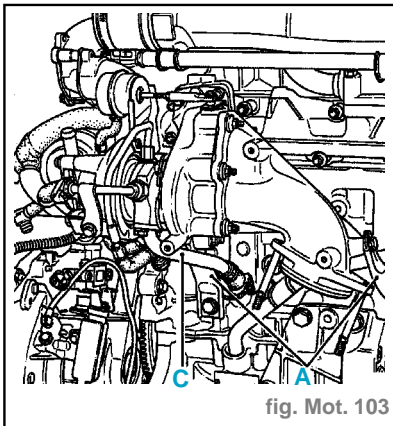
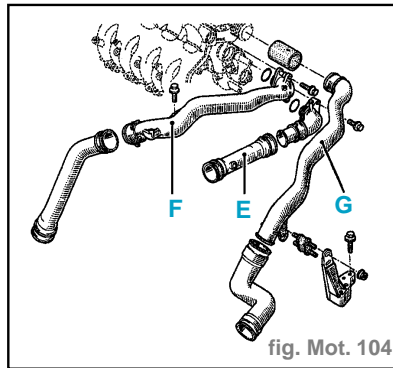

fig. Mot. 103
fig. Mot. 104
- les deux béquilles (A) (fig. Mot. 103),
- le raccord inférieur d'huile (C),
- les conduits E, F, G. (fig. Mot. 104)